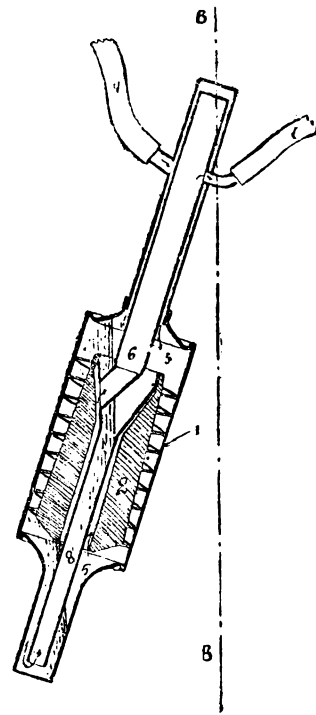

Рис. 3. Схема ртутного компрессора.
Кроме того компрессор автоматически регулирует давление сжатия, так как (рис. 3) при повышении давления уровень ртуты в камере высокого давления достигает отверстия трубки (8) и часть сжатого воздуха вновь переходит на низкое давление.